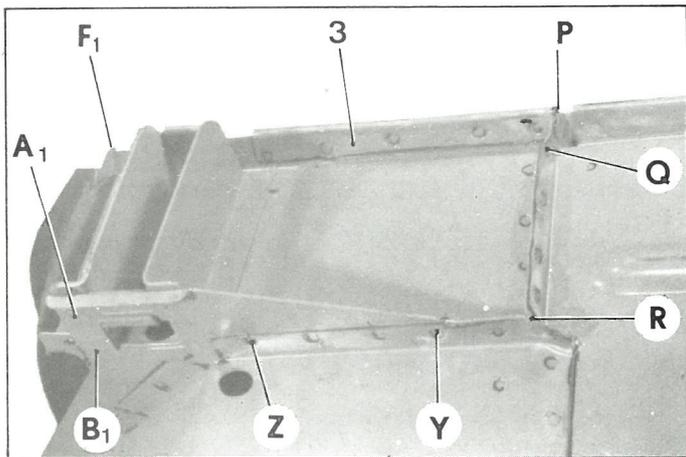
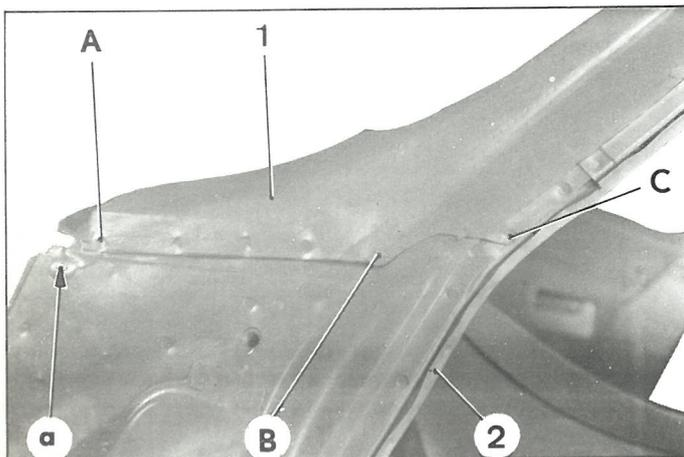

Fig. 11
Fig. 1
- en F₁ P (fig. 11)
- en RZ (fig. 11)
- en A₁ B₁ (fig. 11)
17. Souder à l'autogène bord à bord, les tôles en PQ et QR (fig. 11)**18. Réaliser l'étanchéité par brasure.**
- en RY (fig. 11)
- en YZ (fig. 11) (côté de fermeture)
Mettre en place les tôles de sertissage (2) (fig. 1) et (3) (fig. 11).